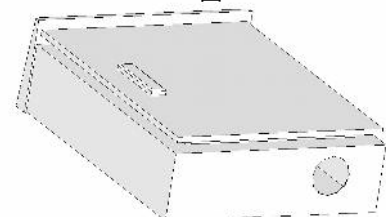

図4
④ 出力用の穴をボックスの底面に開けてください。〈図4〉開けた後の切りくずをボックス内に残さないようにしてください。
- ② 出力線を図4のようにあけた穴を必ずとおし、図9を参考に間違わないように接続してください。接続を誤ると破壊もしくは不安定動作の原因となります。